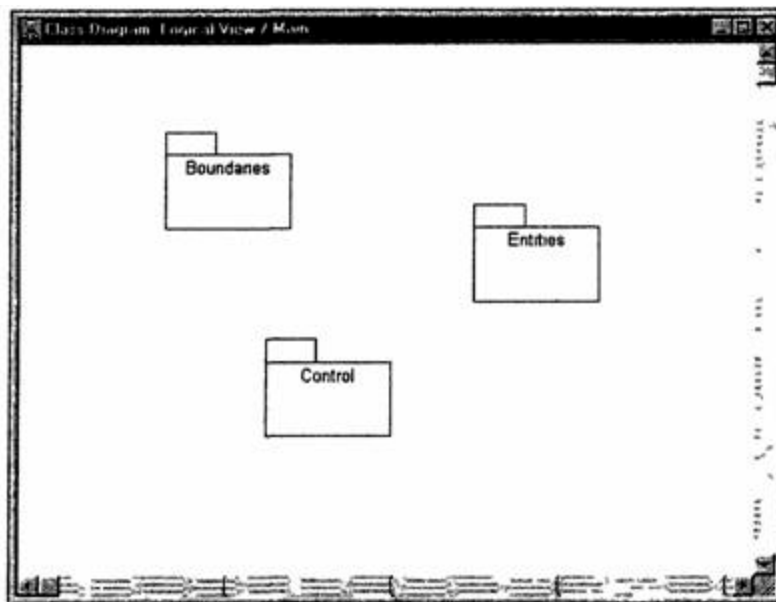

Рис. 2. Главная диаграмма Классов системы обработки заказов
5. Перетащите из браузера все классы (OrderOptions, OrderDetail, Order, OrderMgr и TransactionMgr). Полученная диаграмма Классов представлена на рис. 2.